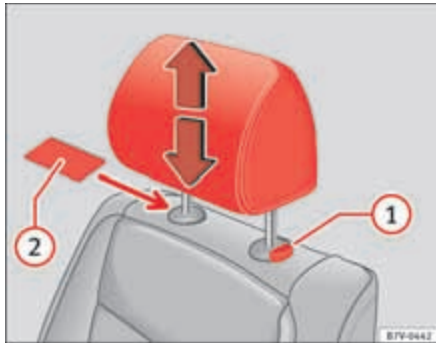

Abb. 86 Kopfstütze vorn ausbauen.
- Gegebenenfalls zum Entriegeln einen flachen Gegenstand, z. B. eine Plastikkarte, zwischen den Bezug der Sitzlehne und die Abdeckkappe der Führungstange der Kopfstütze schieben ⇒ Abb. 86 (2).
- Kopfstütze bei gedrückter Taste (1) ganz herausziehen.
- Kopfstütze bei gedrückter Taste ⇒ Abb. 86 (1) nach unten schieben.